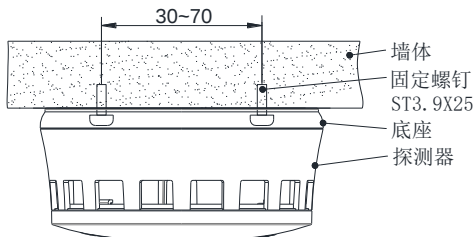

图 4 报警器螺丝安装示意图
- 螺丝安装示意图（如图 4 所示）。
螺钉安装时，紧固底座固定螺钉，应确保螺钉帽端不超出底座上螺钉孔两边的护栏，具体如图 4 所示：